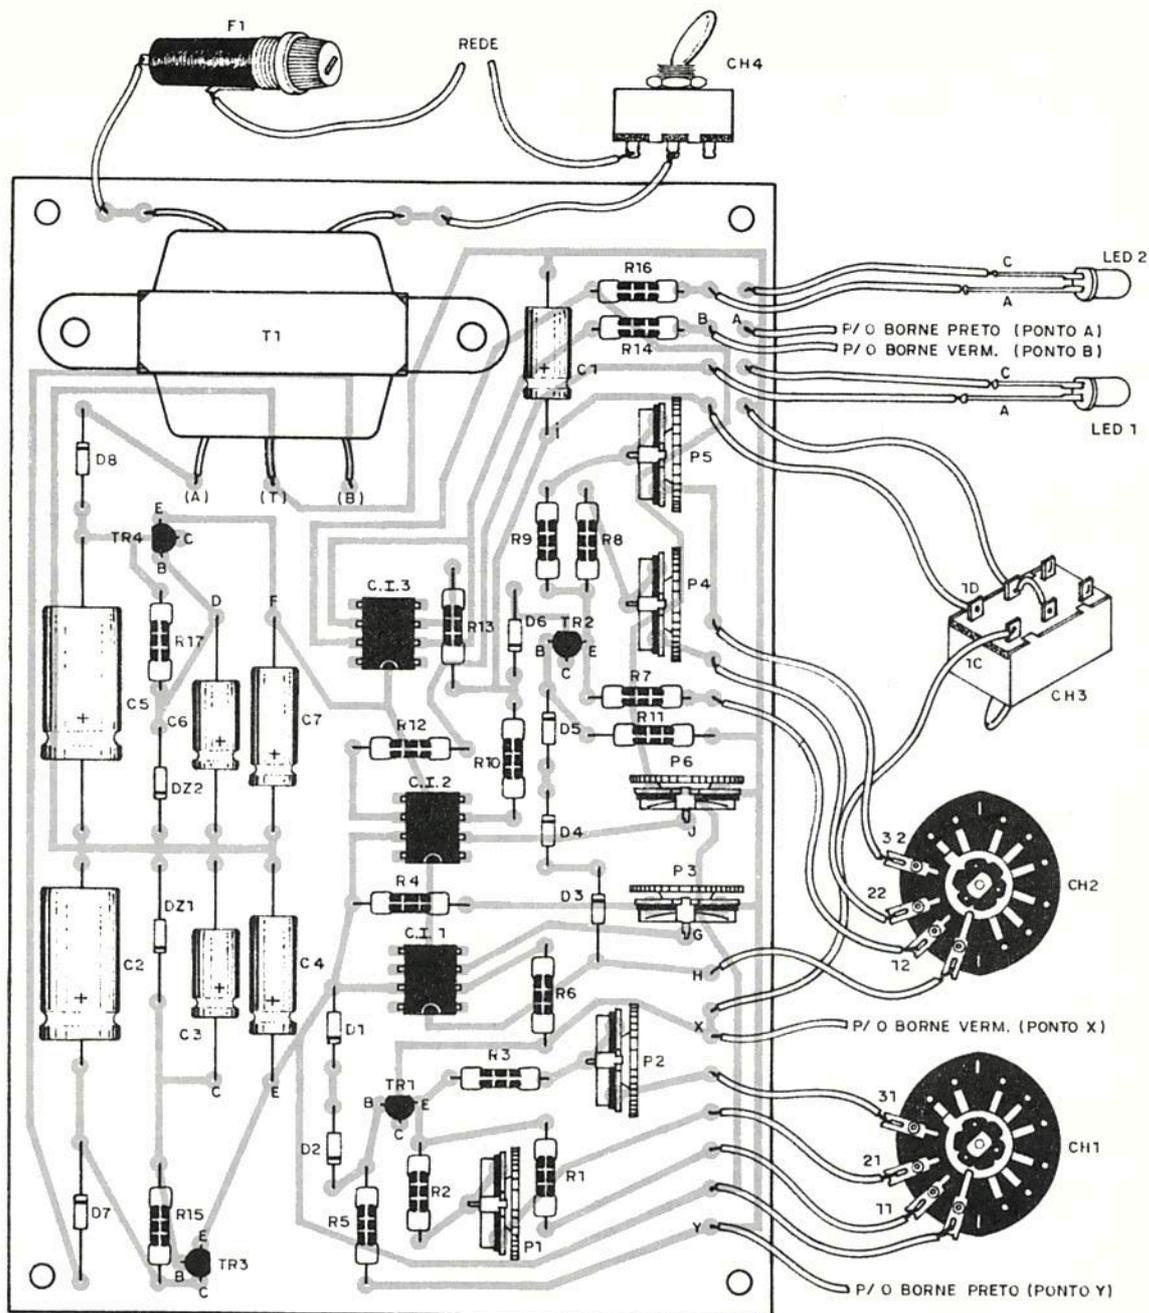

FIGURA 9
A disposição dos componentes na plaqueta, assim como as demais ligações a ela externas, acha-se na figura 9.
— Complemente montando F1 e CH4 de acordo com o chapeado da figura 9 — utilizar fio flexível de comprimento propício e o cabo ('rabicho') para interligar F1 e CH4 com a rede elétrica; não se esqueça de colocar o fusível no respectivo porta-fusível.
Medida: O valor da tensão alternada a/t ou b/t (figura 9) é da ordem de 12 volts (t de terra).
- Interligue os contatos da chave rotativa CH2 à plaqueta de circuito impresso conforme ilustra a figura 9.
Medidas: Situe totalmente para a direita o cursor dos trimpots P4 e P5, intercale um voltímetro sobre os bornes do capacitor C1 (i/t), comute CH3 para a condição ativa e proceda a um curto-circuito permanente entre os pontos X e Y. Com CH2 na posição 12 (figura 9) o valor da tensão deverá crescer lentamente até um máximo da ordem de 11 volts; girando esta mesma chave para as duas posições seguintes a tensão crescerá mais rapidamente que neste primeiro caso — toda vez que se trocar o contato de CH2, deve-se comutar, por um momento, CH3 a fim de descarregar C1 com o que ter-se-á uma tensão nula no voltímetro enquanto perdurar a condição 'CH3 operada'.
— Instale o integrado C.I.2 (chanfro para a esquerda) e o fotemissor LED1 vide figura 9.
— Solde aos pontos A e B (figura 9) fios flexíveis, sendo que o de cor preta será o correspondente ao ponto A e o vermelho ao B.
— Instale o segundo e último fotemissor (LED 2) tomando cuidado com a polaridade — vide figura 9.
"x 1 μ F", "x 0,1 μ F" e "x 0,01 μ F" para CH2, respectivamente a partir da posição inicial (posição 12 - figura 9).
"x 1 μ F", "x 10 μ F" e "x 100 μ F" para CH1, respectivamente a contar da sua primeira posição (posição 11 - figura 9).
A parte da construção encerra-se soldando-se os fios X e Y a um par de bornes assim como os fios A e B, obedecendo o padrão de cores indicado no chapeado da figura 9.
Para dar início à calibração situam-se as chaves rotativas CH1 e CH2 nas posições 11 e 12, respectivamente (figura 9), ou seja:
e atuar-se-á sobre o cursor de P1 (figura 9) até que
O ajuste de P6 é o mais simples: intercala-se o voltímetro (escala 0 - 12Vcc) entre os pontos j ("+" e t (terra), vide figura 9. Atuando sobre seu cursor torna-se o potencial desse ponto em aproximadamente, 9,2 volts e, assim, estará calibrado o ponto de sobrecarga ("overflow").